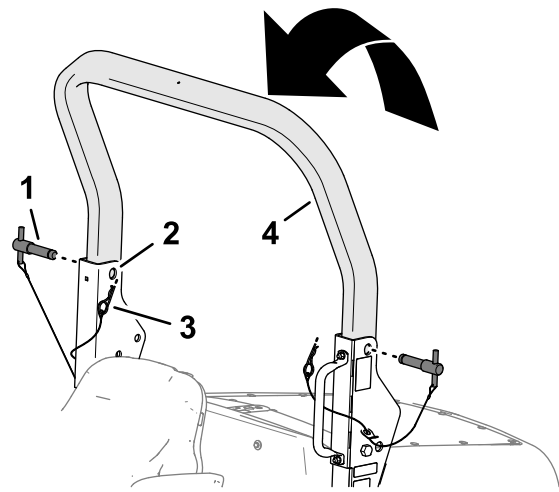

Bild 32
- Heben Sie den oberen Überrollbügel an, bis die Löcher im Überrollbügel auf die Schwenkhalterungen ausgerichtet sind (Bild 32).
- Führen Sie die Überrollbügelstifte durch die oberen Löcher der Schwenkhalterungen und des oberen Überrollbügels (Bild 32).
- Sichern Sie die Überrollbügelstifte mit den Splinten an den Schwenkhalterungen (Bild 32).